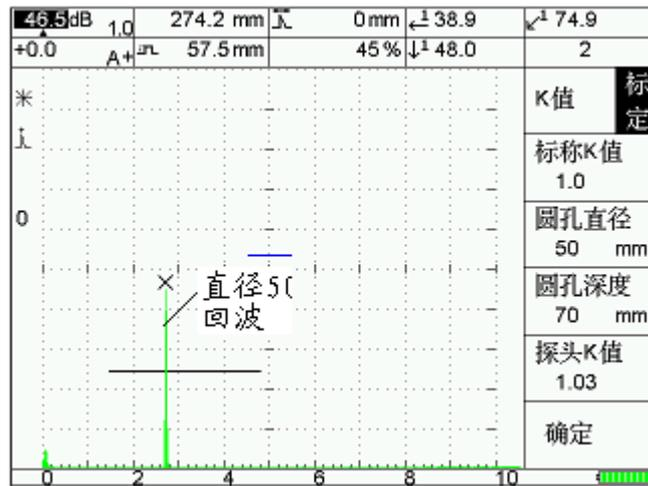
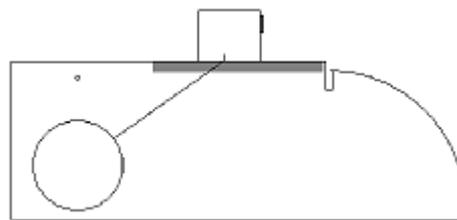

图 4-6
图 4-7 ( $K \leq 1.5$ )
- (1) 保留 4.3、4.4 节声速及延时、前沿的结果。
- (2) 按[标定]-[B],屏幕显示如图 4-6。
- (3) 按[B],圆孔直径,按【调节键】输入 50mm。
- (4) 按[C],圆孔深度,按【调节键】输入 70mm。
- (5) 按[A],输入探头标称 K 值 1.0。
- (6) 探头位置如图 4-7。(测  $35^\circ$  - $60^\circ$ )
(7) 将探头对准 CSK-1 试块的  $\Phi 50$  孔,适当调整范围和增益,使  $\Phi 50$  孔回波有合适高度,探头声束轴线保持与试块侧面平行,前后移动探头,使回波最高,保持探头不动。见图 4-7 (此时打开峰值功能,有利于找到最高回波)。
(8) 按【闸门 1】键,调节闸门 1 到  $\Phi 50$  孔回波位置,按[E]确定,仪器将自动计算并显示探头 K 值在[D]处。图中 K 为 1.03。